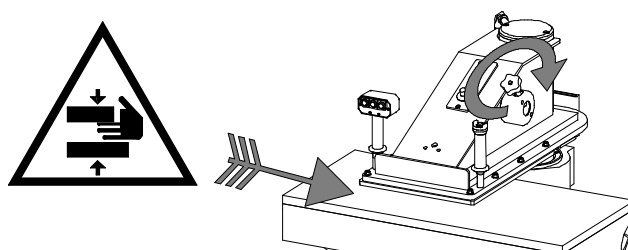

Fig. 10
a) Il volantino sul lato destro del braccio serve per la regolazione della corsa dello stesso. Ruotandolo in senso orario, come indicato dalla freccia in Fig. 10, il braccio si abbassa; in senso inverso il braccio si alza.